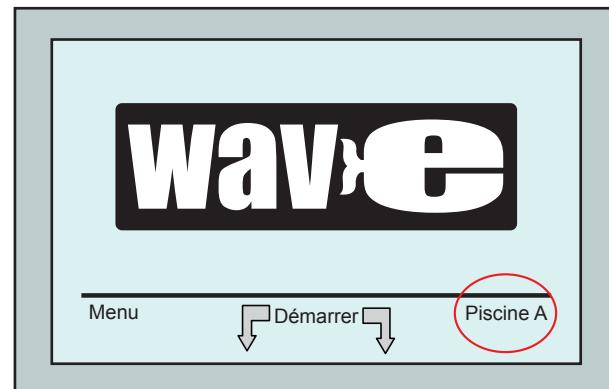

Figure 8 : Ecran Wave avec 'Piscine A' en tant que réglage par défaut
1. Accédez à l'écran Wave. 'Piscine A' est affichée en tant qu'option en cours, comme le montre la Figure 8.
1. A l'écran Wave, appuyez sur le réglage piscine actuellement affiché à droite de l'écran (voir Fig. 8) pour accéder à l'écran Profil piscine.